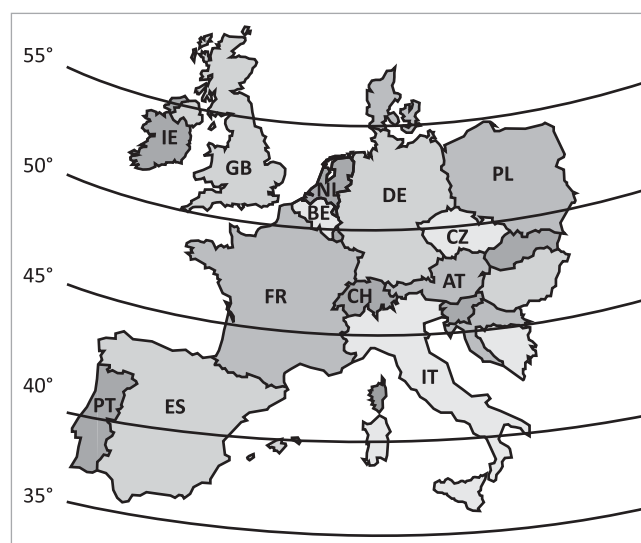

Fig. 7: Latitudes en Europa
- En la $\rightarrow$ fig. 7 se puede leer la latitud del lugar de instalación.